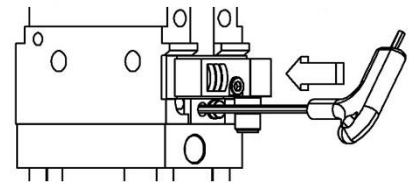

Imagen 3
- Insertar en el agujero una llave con Ø maximo de 5mm, y empujar el resorte aplicando una fuerza ≥ 80 N; (Imagen. 3)